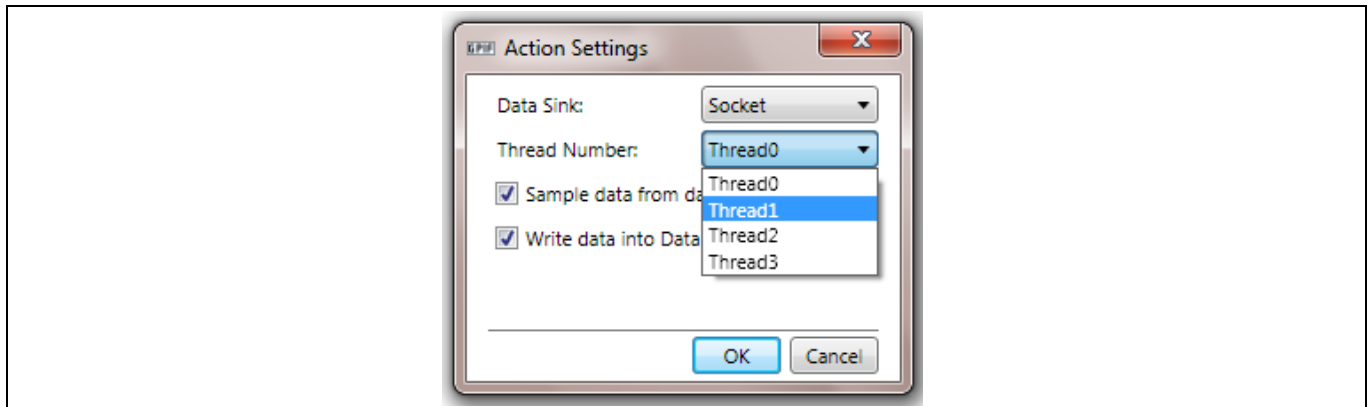

Figure 31 PUSH_DATA_SCK1 での IN_DATA アクション
16. Figure 31 に示すように、「Thread1」を使用するために PUSH_DATA_SCK1 ステートで IN_DATA アクションのプロパティを編集します。